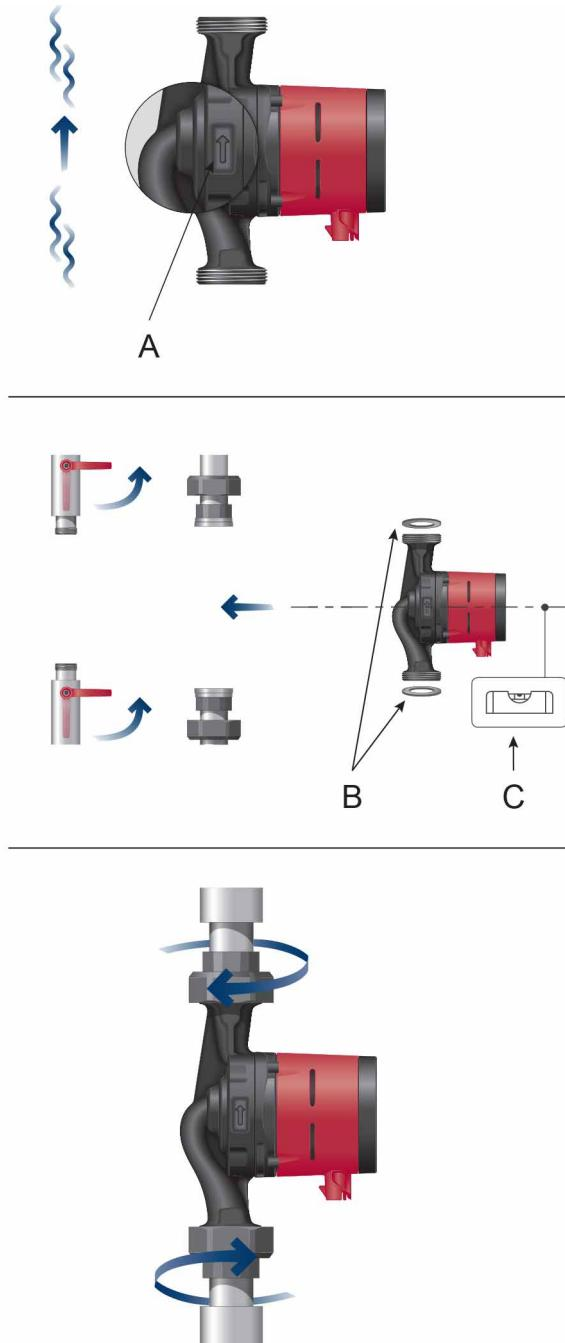

Fig. 1 Montagem do ALPHAx
As setas localizadas no corpo do circulador indicam o sentido do caudal através do circulador. Consulte a fig. 1, pos. A.
- Instale as duas juntas quando montar o circulador na tubagem. Consulte a fig. 1, pos. B.
- Instale o circulador com o veio do motor na horizontal. Consulte a fig. 1, pos. C. Consulte também a secção 3.2 Posições da caixa de terminais.